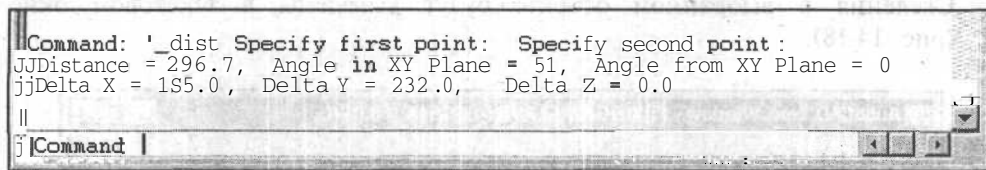

Рис. 14.19. Текстовое окно после выполнения команды измерения расстояния между точками
2. Укажите первую и вторую точки, между которыми определяется расстояние. В командной строке будет выведено расстояние между указанными точками и приращение координат по осям X и Y (рис. 14.19).